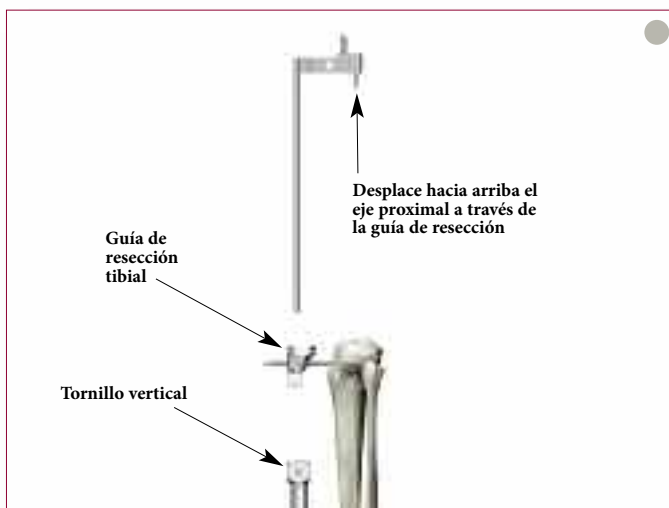

Figura 43
- ▶ Retire el eje proximal de la guía de alineación, deslizándola a través de la parte superior de la guía de resección (Figura 43).